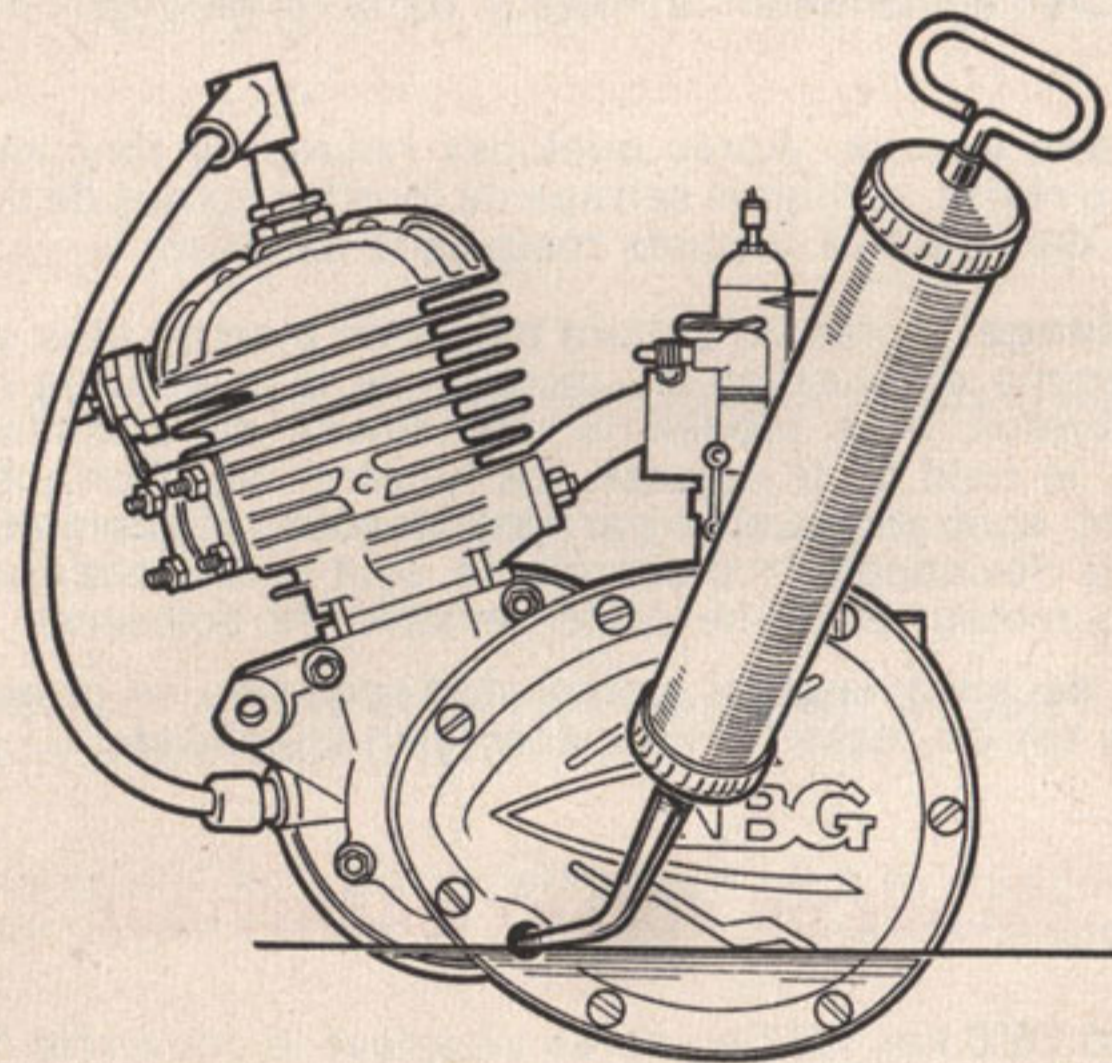

Fig. 1
a) S'assurer que le niveau d'huile dans le carter du démultiplicateur est correct, l'huile devant affleurer le trou de remplissage (le moteur étant d'aplomb). (Fig. 1, page 7).
Le graissage s'effectue en versant l'huile avec une seringue dans le carter, par l'orifice (voir figure 1) situé à la partie basse du couvercle du carter; le cyclomoteur étant placé sur terrain plat.